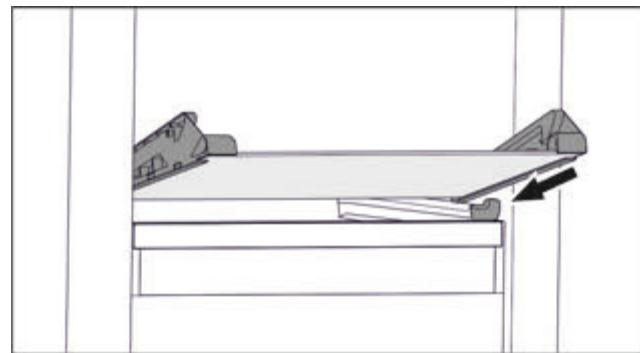

Fig. 64 Скляна пластина відкидного висувного ящика
- Встановити скляну пластину за стопорами навскоси. (див. Fig. 64)